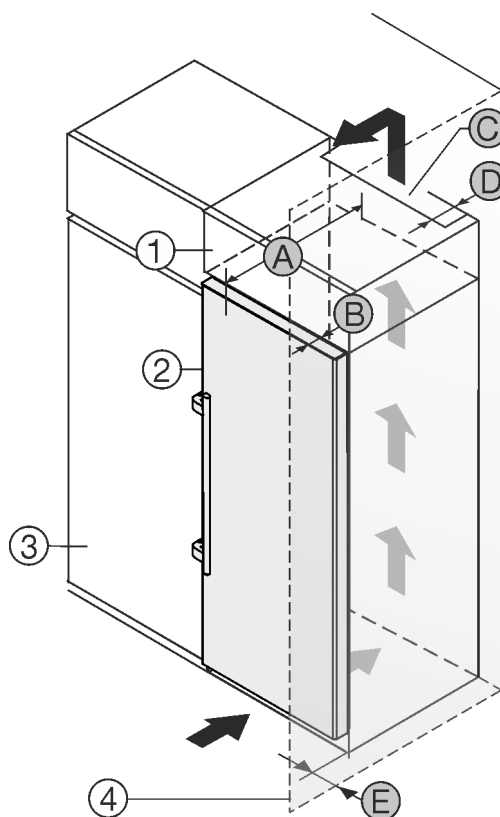

Fig. 1
- (1) Armario superior
- (2) Aparato
- (3) Armario de cocina
- (4) Pared
- (A) Profundidad del aparato
- (B) Profundidad de la puerta
- (C) Sección transversal de ventilación
- (D) Distancia con respecto a la parte trasera del aparato
- (E) Distancia con respecto al lateral del aparato
Puede colocar el electrodoméstico directamente al lado del armario de cocina Fig. 1 (3).
En la parte trasera del armario superior debe haber una cámara de salida de aire con una profundidad Fig. 1 (D) que abarque toda la anchura del armario.
Bajo el techo de la estancia debe mantenerse la sección transversal de ventilación Fig. 1 (C).
Si el electrodoméstico se instala con las bisagras junto a una pared *Fig. 1 (4)*, la distancia entre el electrodoméstico y la pared debe ser de como mínimo 57 mm . Esto equivale al saliente del tirador con la puerta abierta.
Para poder abrir totalmente la puerta, el electrodoméstico debe sobresalir la profundidad de la puerta *Fig. 1 (B)* respecto del frente del armario de cocina. El electrodoméstico puede sobresalir más en función de la profundidad de los armarios de cocina *Fig. 1 (3)* y del uso de distanciadores de pared.